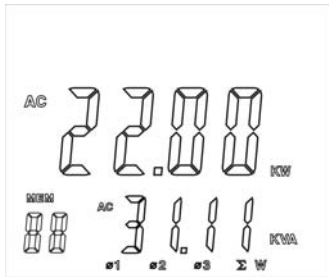

Figura 13
4. Después de grabar la medición de potencia de la corriente de la tercera fase, finalmente pulse  $\Sigma$  y espere un segundo para que se muestre la suma de los valores de la potencia activa trifásica y los valores de potencia aparente, como en la figura 13.